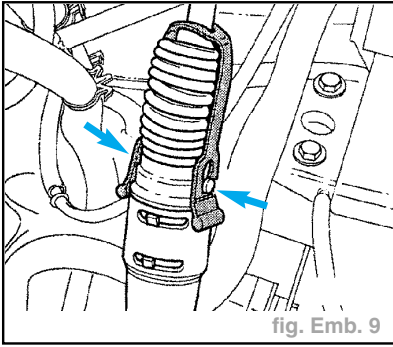

fig. Emb. 9
- Accrocher les languettes de l'attache sur les deux goupilles (flèches) du mécanisme de rattrapage (2ème mécanicien) (fig. Emb. 9).
- Après la pose du câble d'embrayage, retirer l'attache (flèche) (fig. Emb. 9).